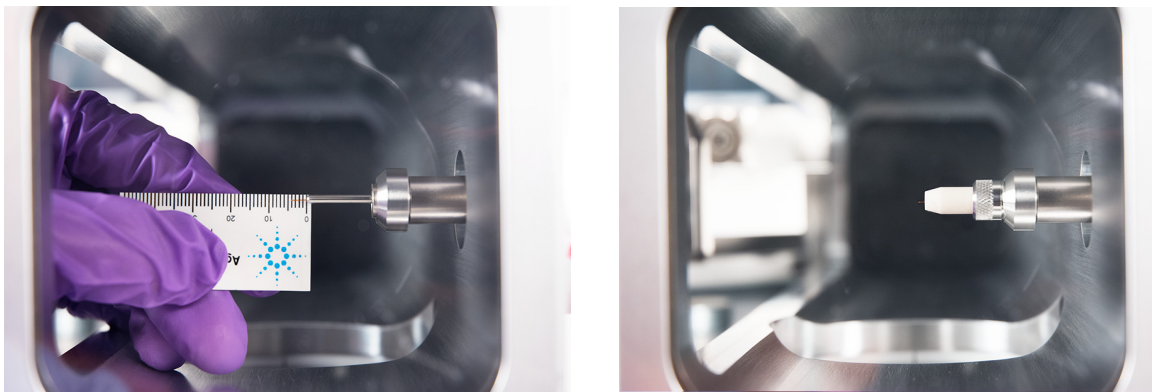

Figure 6. Installation d'une colonne capillaire dans l'interface GC/MSD pour une source EI HES.
- Cône d'étanchéité de l'interface (G3870-20542) (Voir **Figure 6** page 48.) (non utilisé avec la source EI SS ou Inert)
Pour l'installation d'une source EI HES (voir Figure 6), la colonne dépasse de 4 à 5 mm du tube de guidage de la colonne.
- Cône d'étanchéité de l'interface (G3870-20542) (voir **Figure 5** page 47 et **Figure 6** page 48.) (non utilisé avec la source EI SS ou Inert)
- **Pour l'installation d'une source EI HES** (voir **Figure 6** page 48), la colonne dépasse de 4 à 5 mm.